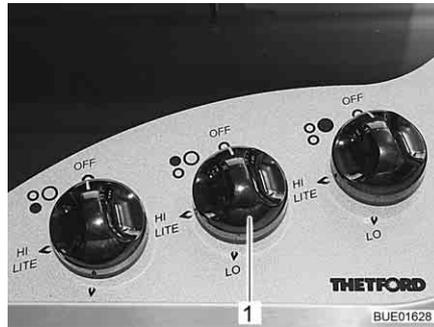

Fig. 209 Elementos de mando para la cocina de gas
- Girar el regulador giratorio (Fig. 209,1) correspondiente al quemador deseado a la posición de encendido (llama alta).